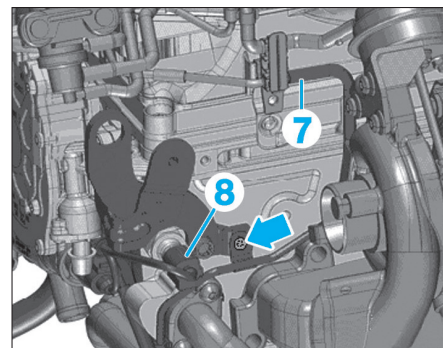

FIG. 143
- la conduite (7) et la mettre de côté (Fig.143),